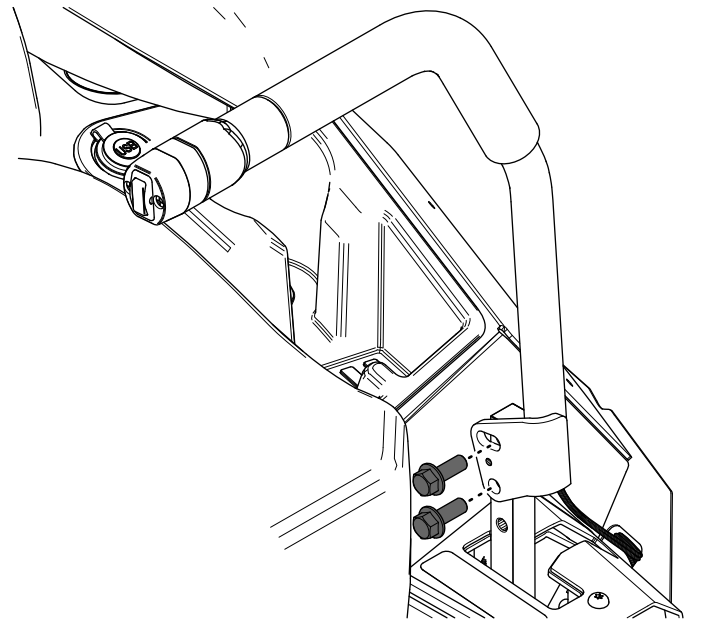

Bild 7
- Befestigen Sie den neuen linken Fahrtriebshebel mit den zuvor entfernten beiden Bundkopfschraube ($\frac{3}{8}$ " x 1"), wie in Bild 7 dargestellt.